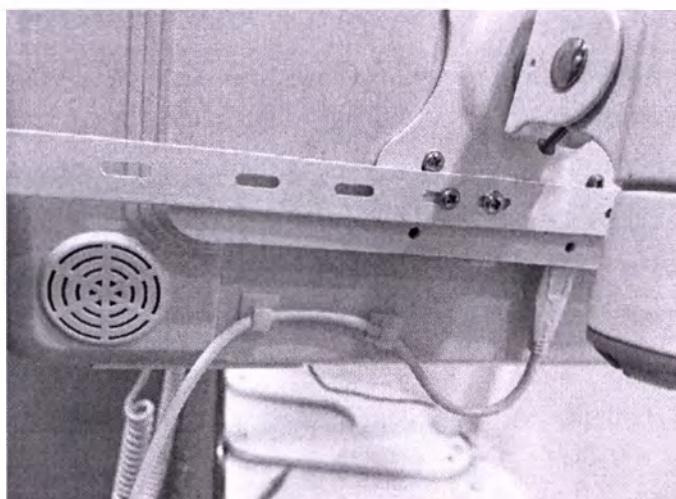

Рис.10. Крепление кабеля в кронштейнах
4. Подсоедините камеру интраоральную к коннектору кабеля камеры. Второй коннектор кабеля камеры подсоедините к мультимедийному интегрированному монитору. Уложите кабель в кронштейн для укладки кабеля как показано на рисунке Рис. 10. Установите камеру в держатель.